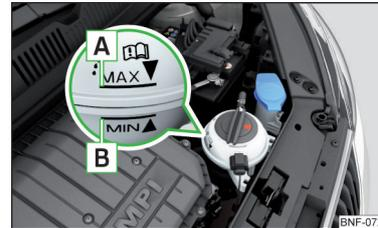

Fig. 140
**Verificar el estado del líquido refrigerante** - el líquido refrigerante tiene que estar entre las marcas **A** y **B** » fig. 140. Si el estado del líquido refrigerante está debajo de la marca **B**, rellenar el líquido refrigerante.
La **especificación** del líquido refrigerante se encuentra en el depósito de compensación del líquido refrigerante » fig. 140.
- No rellene el depósito de líquido refrigerante por encima de la marca **A** » fig. 140. El líquido refrigerante puede ser presionado por el calentamiento del sistema de refrigeración - Existe el peligro de un daño de las partes del vano motor.